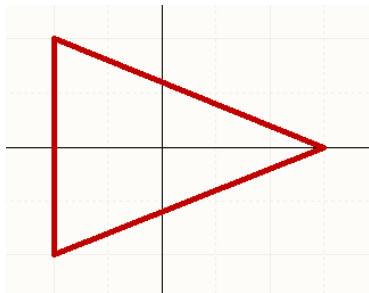

图 5.17 绘制的三角形
- (5) 单击 “PolyLine” 对话框中的 “Color” 色块, 打开 “Choose Color” 对话框。
- (6) 在 “Choose Color” 对话框中选择 “235” 号棕色, 单击 “OK” 按钮, 将直线的颜色设置为棕色。
- (7) 在 “PolyLine” 对话框中设置 “Line Width” 为 “Small”, 设置 “Line Style” 为 “Solid”, 然后单击 “OK” 按钮, 结束对直线线形的设计。
- (8) 依次单击工作区的位置坐标为 (-20, 20)、(30, 0)、(-20, -20) 和 (-20, 20) 的点, 绘制如图 5.17 所示的三角形。